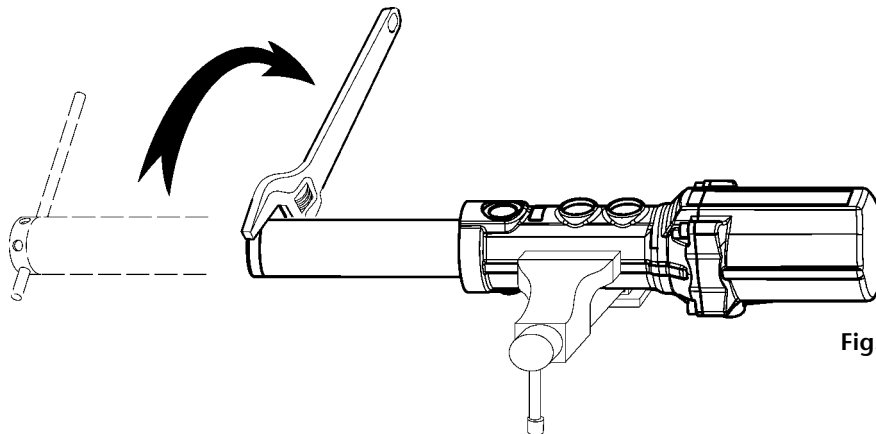

Fig. 4
2. To unscrew the suction tube (735204-S/735303-) from the pump body, use a 40 mm wrench on the hexagon of the foot valve body (835423-S/735306-L) (fig. 4). Pull first clockwise to break the sealing, and then counter clockwise to loosen and remove the tube assembly.
2. Para desenroscar el tubo de aspiración (735204-S/735303-L) del cuerpo de la bomba, usar llave fija de 40 mm en el cuerpo válvula de pie (835423-S/735306-L) (fig. 4). Tirar primero contra las agujas del reloj para romper el sellador y luego hacia el otro sentido para desenroscar y quitar el conjunto tubo de aspiración.